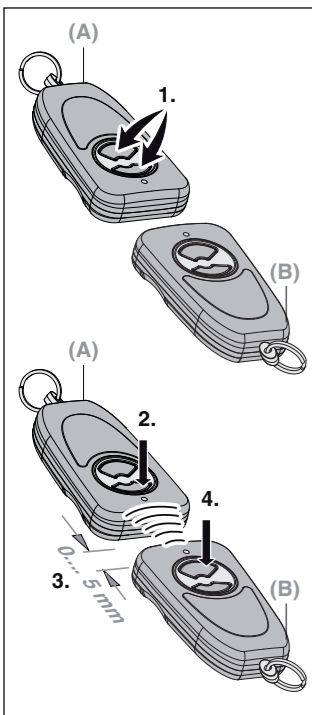

Fig. 3
- ▶ Presionar el pulsador (2) del emisor manual. Se realiza la función asignada al pulsador (p. ej. abrir / cerrar la puerta).
4.3 Copiar una función de pulsador (fig. 3)